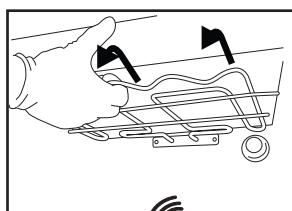
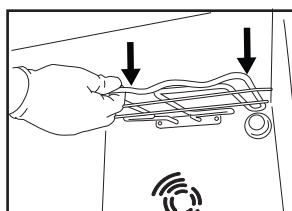

Fig. 1
Fig.2
2. Tirez légèrement l'élément chauffant (Fig. 1) et abaissez-le (Fig.. 2).